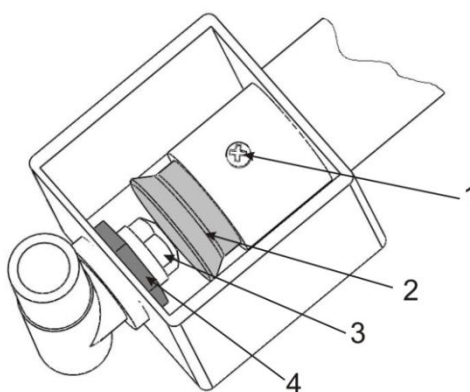

Рис.3. Устройство смесителя горелки
В этом случае следует отрегулировать подачу первичного воздуха в основную горелку шибером 2 (рис.3). Для этого:
- Ослабьте винт 1 на горелке (рис.3) и, перемещая цилиндр шибера 2, добейтесь нормального горения пламени.
- При достижении нормального горения пламени горелки, затяните винт 1 (рис.3).